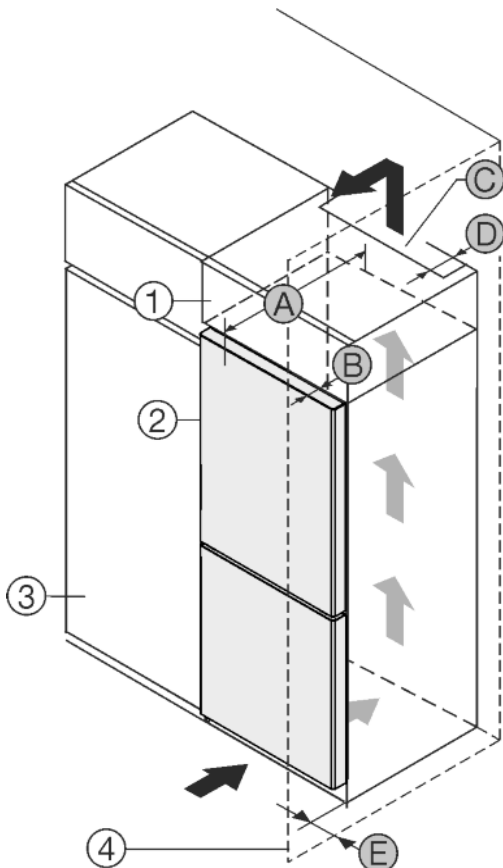

Fig. 1
Urządzenie można ustawić bezpośrednio obok szafki kuchennej Fig. 1 (3).\*
Urządzenie ustawiać z odstępem 5 cm między urządzeniem a szafką kuchenną Fig. 1 (3).\*
Na tylnej ścianie szafki nasadzonej wymagany jest wywiejny kanał wentylacyjny o głębokości Fig. 1 (D) na całej szerokości szafki.\*
Pod sufitem pomieszczenia należy zachować przekrój wentylacyjny Fig. 1 (C).\*
Jeżeli urządzenie będzie ustawiane z zawiasami do ściany Fig. 1 (4), to pomiędzy urządzeniem i ścianą należy zachować minimalny odstęp, wynoszący 40mm. Na taką odległość wystaje klamka przy otwartych drzwiach.\*
By móc całkowicie otworzyć drzwi, urządzenie musi wystawać przynajmniej o głębokość drzwi Fig. 1 (B) za front szafki kuchennej. W zależności od głębokości szafek kuchennych Fig. 1 (3) oraz od zastosowania elementów dystansowych urządzenie może wystawać jeszcze bardziej.\*
By móc całkowicie otworzyć drzwi, urządzenie musi wystawać przynajmniej o głębokość drzwi (B) za front szafki kuchennej. W zależności od głębokości szafek kuchennych Fig. 1 (3) oraz od zastosowania elementów dystansowych urządzenie może wystawać jeszcze bardziej.\*